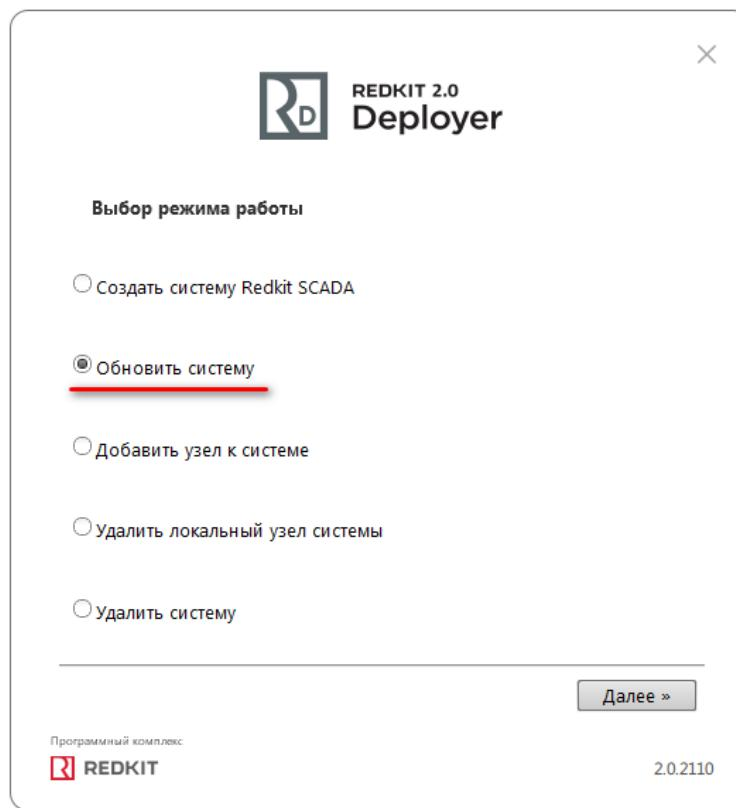

Рисунок 219 - Обновление системы
2. Выберите соответствующий режим (Рисунок 219). Нажмите **Далее**.